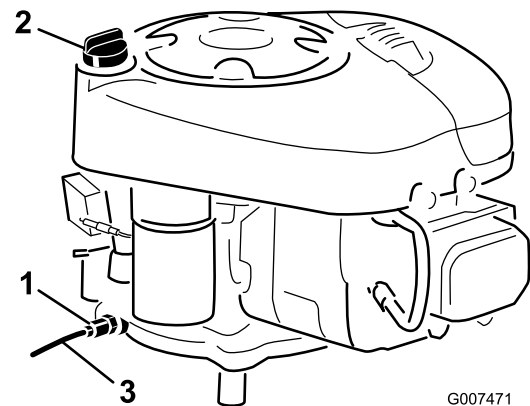

Figure 23
9. Branchez le tube de vidange au robinet de vidange d'huile (Figure 23).
11. Ouvrez le robinet de vidange d'huile (Figure 23).